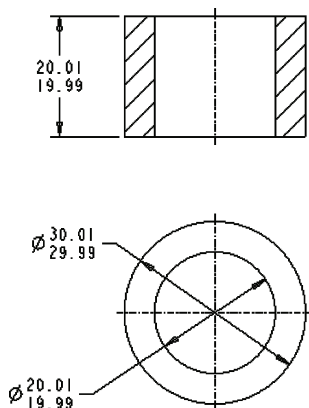

图 11-69 显示尺寸公差(极限尺寸)
4) 在“选项”对话框中单击“确定”按钮,接着在“绘图属性”对话框中单击“关闭”按钮。此时,刷新视图后,视图中的尺寸均以极限尺寸的形式显示,效果如图 11-69 所示。